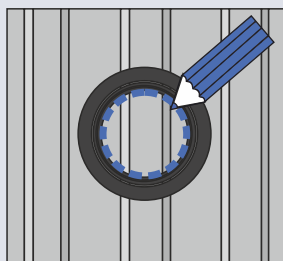
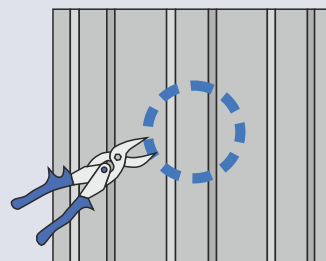

Рис.1
Рис.2
3. EPDM манжета монтируется по центру волны. Приложите манжету к кровельному покрытию (рис. 1), разметьте по внутреннему диаметру окружность и вырежьте отверстие (рис. 2) при помощи специализированного инструмента для резки стали.